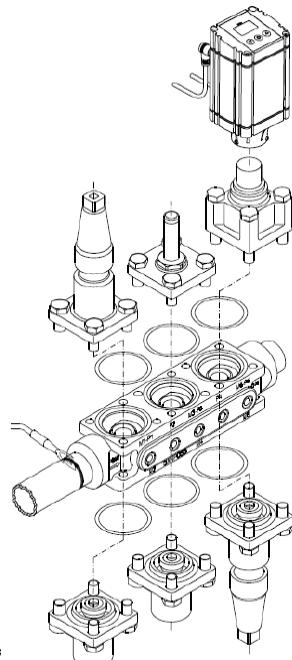

**Рис. 2**
- 3) ручная дуговая сварка покрытым электродом (см. рис. 2) или газосварку (см. рис. 3)